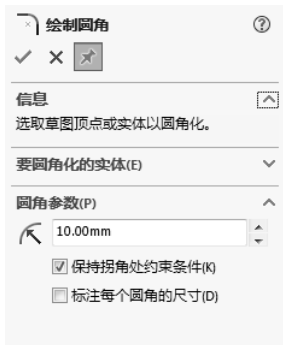
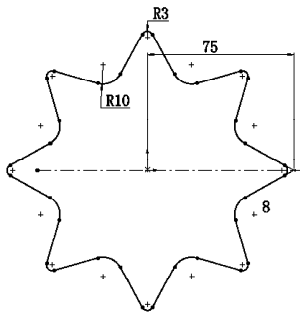

图 9-30 “绘制圆角” 属性管理器
图 9-31 绘制圆角
④ 选择“工具”→“草图工具”→“圆角”菜单命令，或者单击“草图”工具栏中的（绘制圆角）按钮，或者单击“草图”控制面板中的“绘制圆角”按钮，弹出“绘制圆角”属性管理器，输入圆角半径为“10”，如图 9-30 所示。单击（确定）按钮，结果如图 9-31 所示。